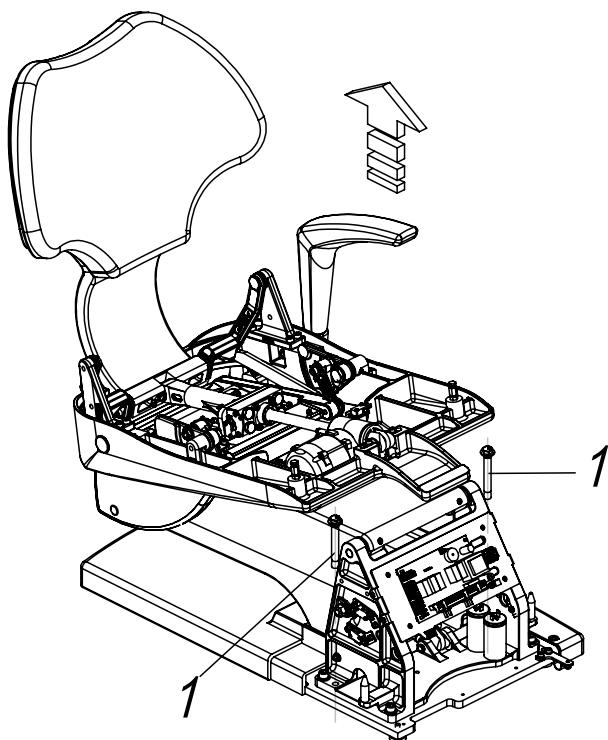

Fig. 5
**Pour garantir la stabilité du fauteuil, il est obligatoire de fixer le fauteuil (avec les vis fournies dans le sachet d'accessoires) aux trous qui fixaient le fauteuil à la palette, détail sur la figure 5, et d'ajouter la rallonge latérale à la base.**